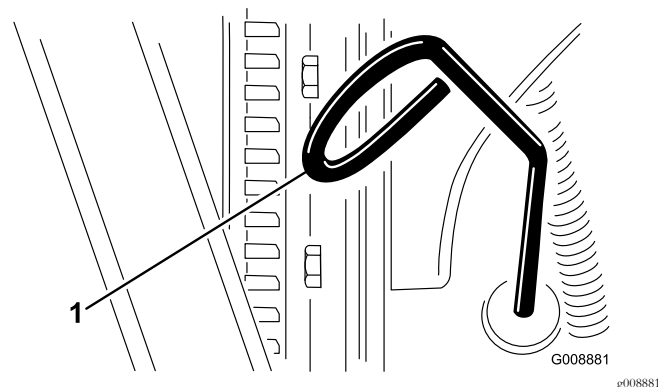

Figura 37
2. Togliete l'asta di livello ed asciugatela con un panno pulito (Figura 37).